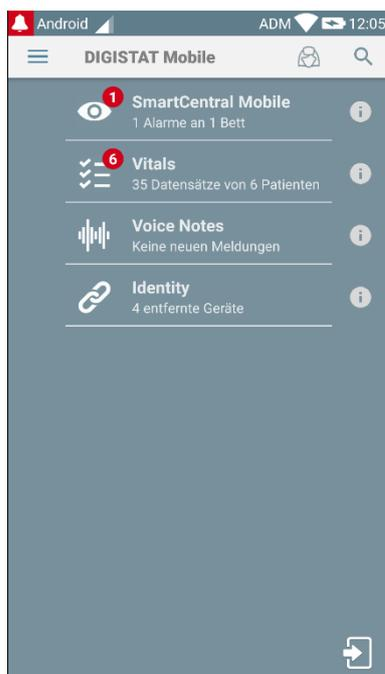

Abb. 46
- Berühren Sie die entsprechende Zeile auf dem Bildschirm des Handgerätes (Abb. 46).